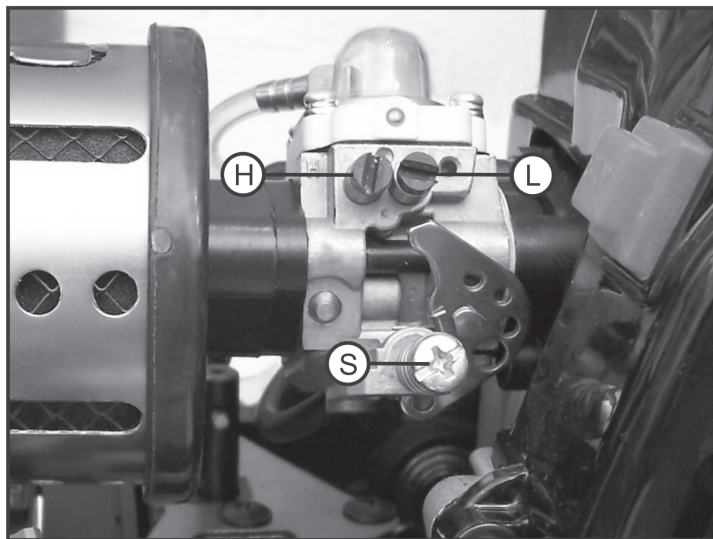

Figure 18
- La timonerie de freinage (3) ne doit alors pas agir sur les leviers de freinage (4) et ainsi sur le frein.
- Lorsque la fonction de freinage est activée sur l'émetteur, le guignol de gouverne se déplace dans le sens des flèches. Le ressort intégré tire la timonerie d'accélération encore plus fortement en direction de la butée mécanique du carburateur (voir également figure 18). La vitesse de rotation du moteur ne doit alors pas diminuer. Le cas échéant, ajuster la bague de réglage avant (la pousser en direction du carburateur).